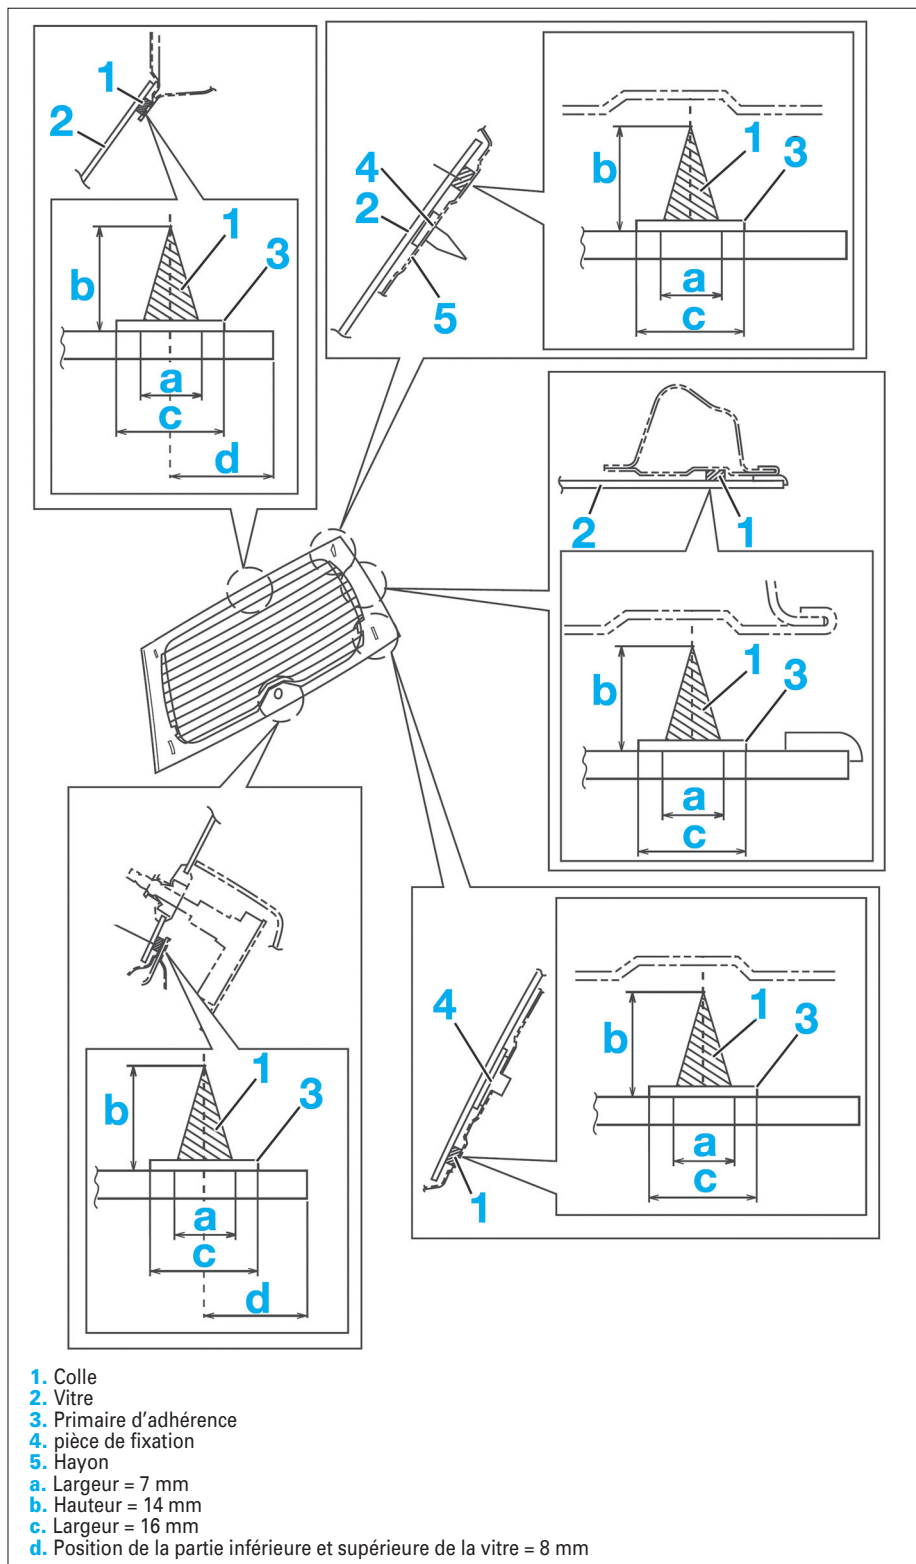

FIG. 6
- Appliquer de la colle sur la lunette arrière uniformément (**Fig.6**).